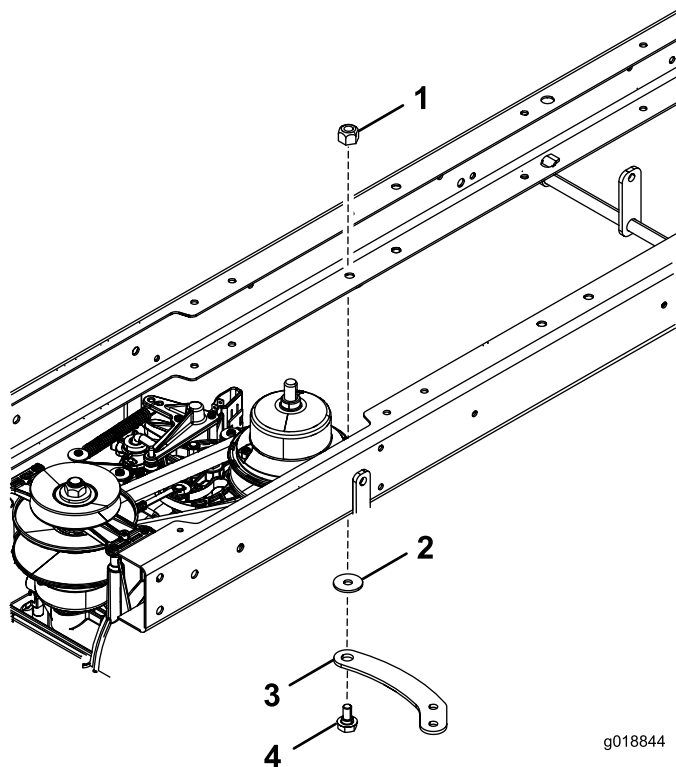

Figura 2
3. Instale el brazo de acoplamiento del soporte de tracción usando la contratuerca (5/16 pulgada), la arandela de pivote y un perno de cuello largo (Figura 2).